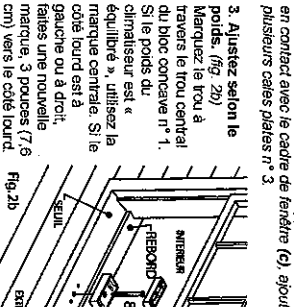

Fig. 2b
3. **Ajustez selon le poids.** (Fig. 2b) Marquez le trou à travers le trou central du bloc concave n° 1. Si le poids du climatiseur est « équilibré », utilisez la marque centrale. Si le côté lourd est à gauche ou à droite, faites une nouvelle marque, 3 pouces (7,6 cm) vers le côté lourd.